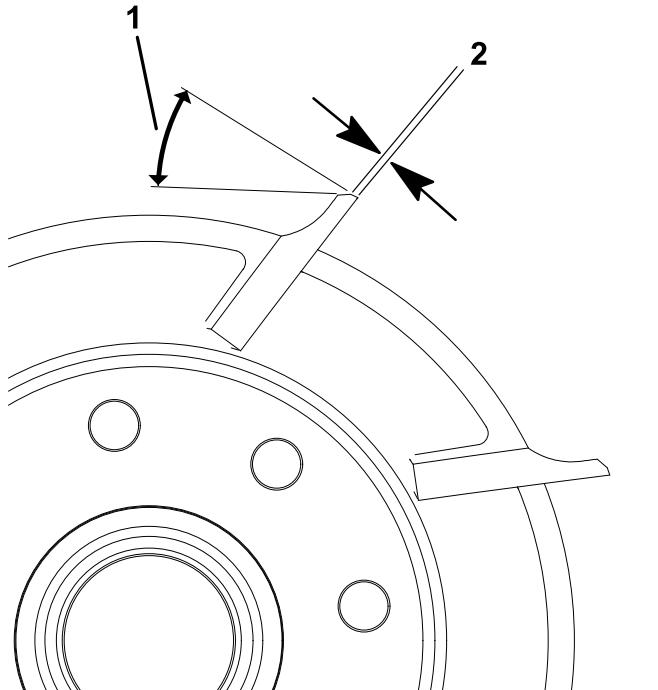

Рисунок 19
1. Произведите 30-градусное затыловочное шлифование всех ножей барабана, пока не будет достигнута ширина витка 0,76 – 1,27 мм (Рисунок 19).